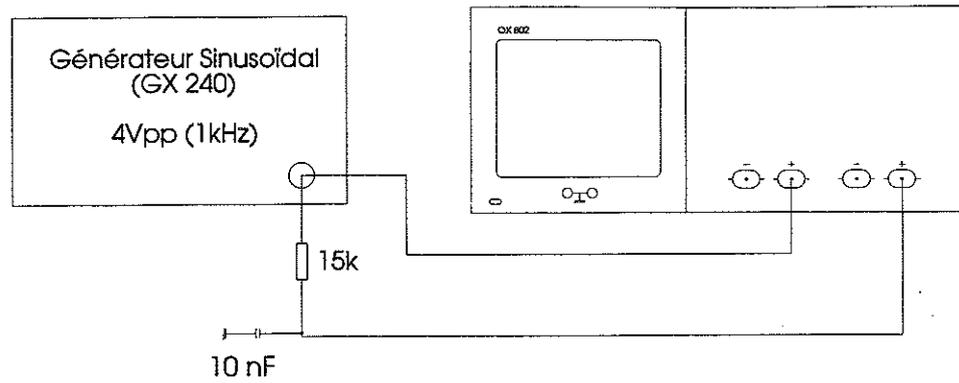

figure 11
- . mode de déclenchement (17) : AUTO
- Régler la commande LEVEL (14)
- . le coefficient de balayage (18) : 2 ms/div.
- Raccorder le montage déphaseur RC ( $R=15\text{ k}\Omega$  et  $C=10\text{ nF}$ ) selon la figure 11, en utilisant des sondes de mesure 1/1.
- Raccorder le montage déphaseur RC suivant la figure 11.